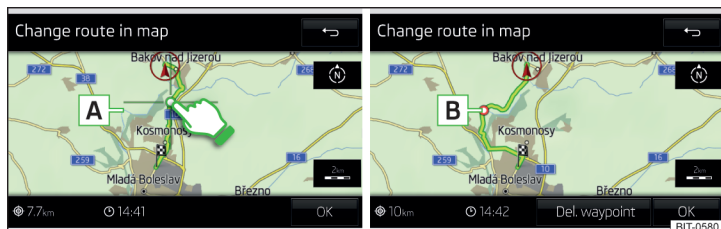

Fig. 221 Cambio de ruta en el mapa / Punto de paso de la ruta
- Tocando la pantalla en el área de ruta y desplazar el cruce sobre el lugar deseado en el mapa (p.ej. **A**) » fig. 221).
El punto de paso **B** es insertado en la ruta » fig. 221.